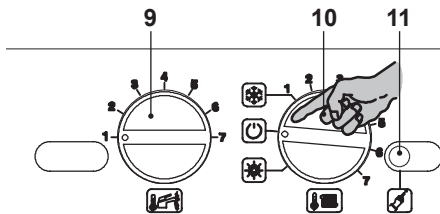

Figura 9.18
- Per uscire dalla programmazione posizionare il selettore 10 come indicato in Figura 9.18.